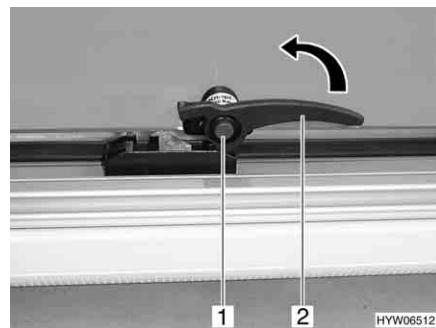

Fig. 49 Leva di serraggio in posizione "Chiuso"
- Premere il bottone di sicurezza (Fig. 49,1) e mantenerlo premuto.
- Ruotare la leva di serraggio (Fig. 49,2) di un quarto di giro verso il centro della finestra.
- In posizione "Completamente chiusa" (Fig. 49)